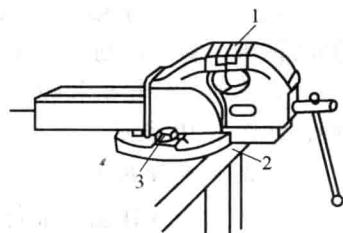

图 1-6 台虎钳的安装位置
- 1) 台虎钳安装在钳台上时，必须使固定钳身的钳口工作面处于钳台边缘之外，以保证夹持条形工件时，工件的下端不受钳台边缘的阻碍，如图 1-6 所示。